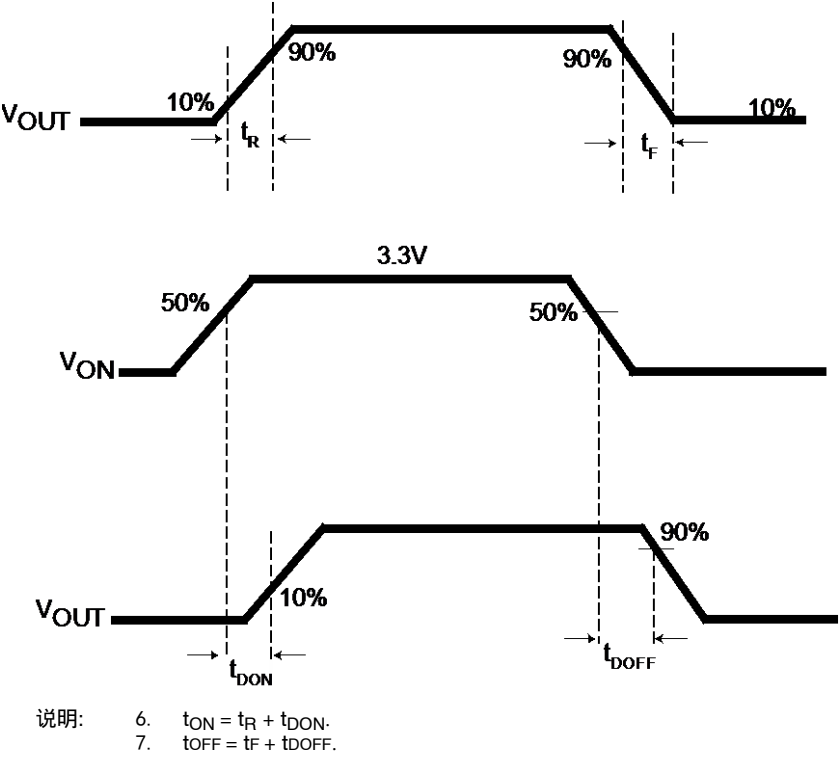

图 7. FPF1504时序图
4.  $t_{DON}/t_{DOFF}/t_R/t_F$ 在 中进行定义图7。